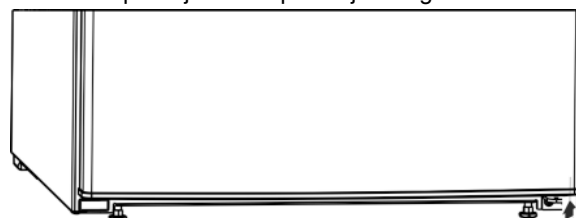

Fig. 8
- Distančnik Fig. 8 (13) ponovno namestite v vrata spodaj desno, saj je pomemben za stabilnost naprave.